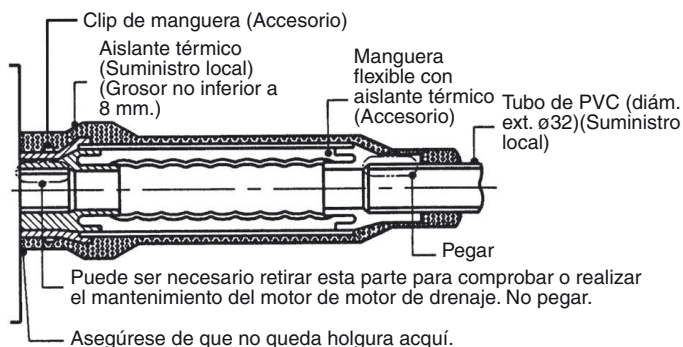

Fig.3-8
- Apriete las abrazaderas de manguera de modo que sus tuercas de cierre queden orientadas hacia arriba. (Fig. 3-8)